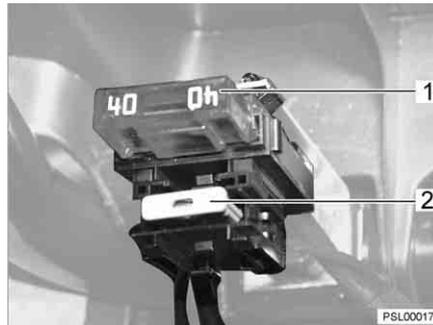

Fig. 34 Fusibili nella batteria dell'abitacolo
- Tipo di fusibile (Fig. 34,1): fusibile piatto Jumbo 40 A/arancione
- Tipo di fusibile (Fig. 34,2): fusibile piatto 2 A/grigio per sensore batteria del caricabatterie